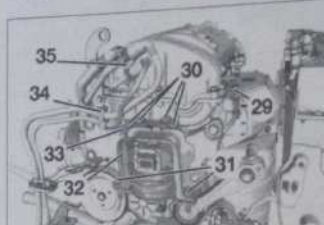

Fig. 77
- la jauge à huile (29) (Fig.77),
- les vis (30) et (31),
- les supports moteur (32) et (33),
- Dégraffer les tuyaux de carburant (34) et (35).